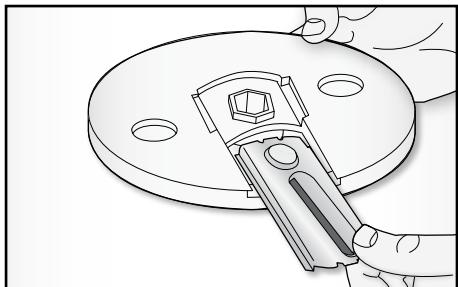

Fig. 8
- Inserire la lama per fette (M) sul disco porta lame (I) in modo che il foro situato sulla lama risulti al centro del disco (Fig. 8).